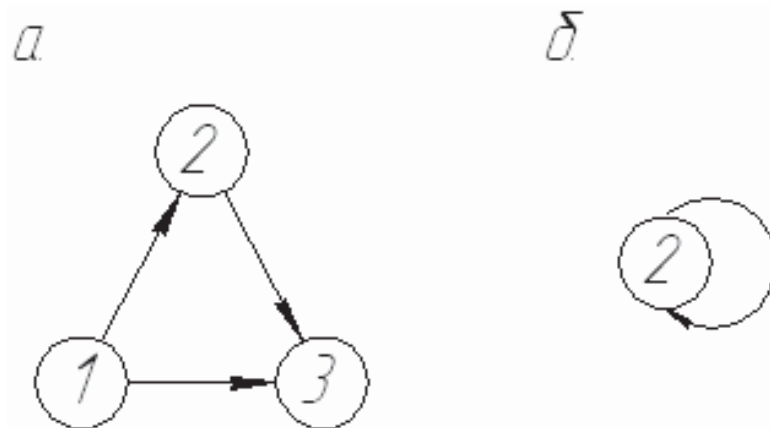

Рисунок 4.3 - Пример замкнутых контуров (а) и петель (б) на сетевом графике.
3. В сети не должно быть замкнутых контуров и петель, т.е. путей, соединяющих некоторые события с ними же самими (рисунок 4.3).